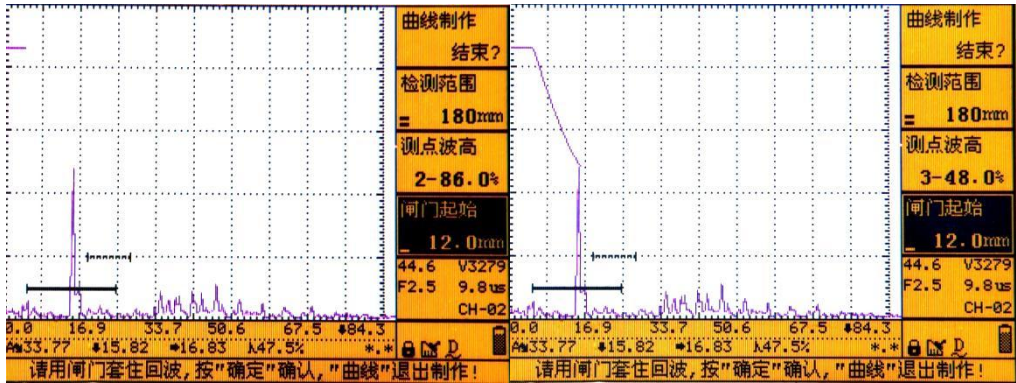

图 6.25 图 6.26
- c) 将探头对准第二个测试孔(15mm 深度的孔), 寻找 30mm 深孔的回波, 右旋飞轮, 套住该回波, 如图 6.25 所示, 按【确认】键, 第二段曲线被画出, 如图 6.26 所示。